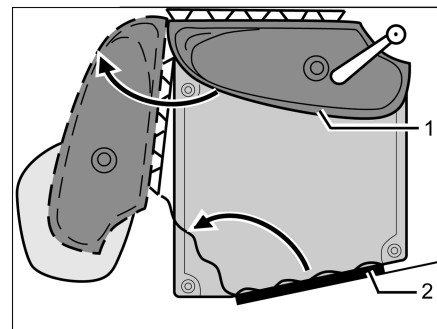

Fig. 359 Toilette Vario
- Girare il lavabo con la parete posteriore (Fig. 359,1) nella direzione della freccia.
- Entrare nel vano WC e chiudere la porta di ingresso della toilette (Fig. 359,2) dall'interno e bloccarla.